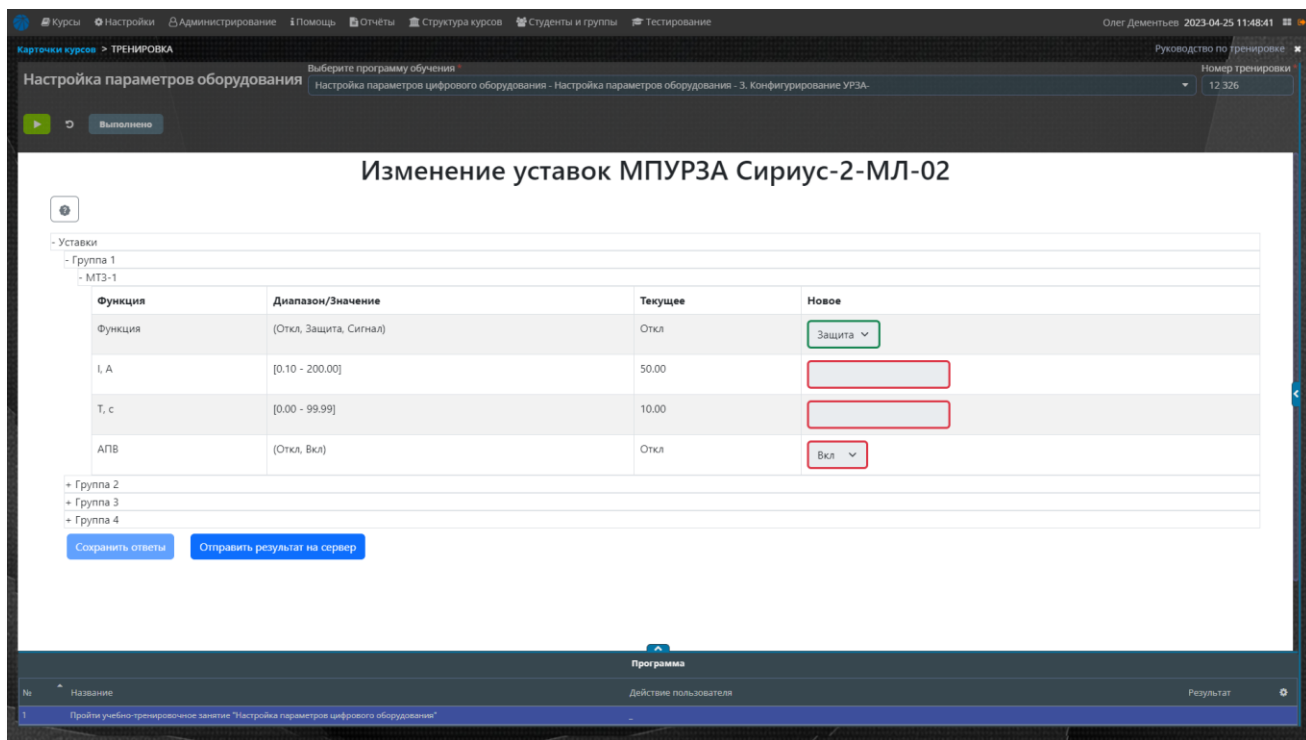

Рисунок 48 – Экранная форма 2 – Конфигурирование терминала защиты и автоматики присоединений 3–35 кВ Сириус-2-МЛ-02
- Рисунок 48 – Экранная форма 2 – Конфигурирование терминала защиты и автоматики присоединений 3–35 кВ Сириус-2-МЛ-02